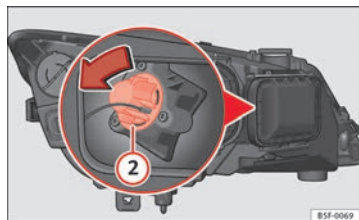

Abb. 143 Glühlampe für Blinklicht
- Drehen Sie den Lampenträger ⇒ Abb. 143 ② nach links und ziehen Sie.